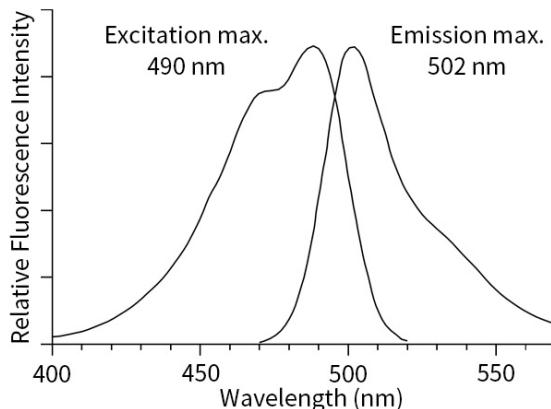

图1. PKH67和细胞膜脂质结合后的激发光谱和发射光谱。
- PKH67可以稳定地与细胞膜脂质区结合并呈现明亮的绿色荧光。PKH67和细胞膜脂质结合后的激发光谱和发射光谱参考图1。其中，最大激发波长为490nm，最大发射波长为502nm。